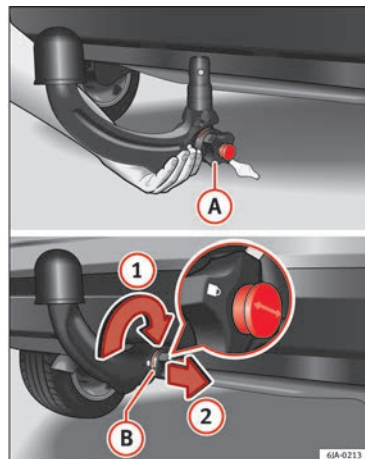

Abb. 197 Einsetzen der Kugelkopfstange / Verschließen des Schlosses und Abziehen des Schlüssels
- Halten Sie die Kugelkopfstange von unten » Abb. 197 und führen Sie diese bis zum Anschlag in die Klemmbuchse ein, bis sie hörbar einrastet » ⚠.